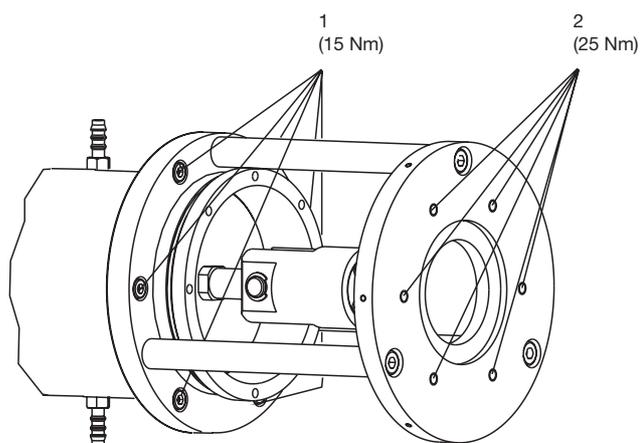

Fig. 18 Module de dosage à piston (TZKa) Makro TZ
- Pour les modules de dosage à piston (TZKa) (voir Fig. 18) :